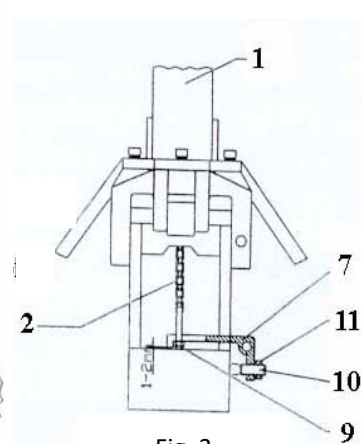
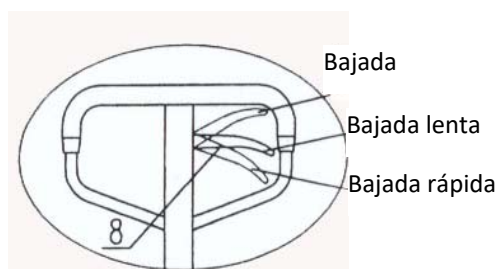
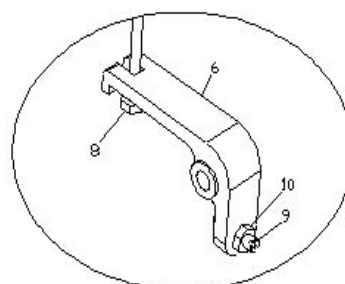

Fig. 3
Fig. 4
Fig. 5
3. Elevar el pedal de bajada (pos. 7 fig. 3) con una varilla de hierro y colocar el tornillo y la tuerca al final de la cadena (pos. 2 fig. 3) dentro de la hendidura del pedal. Retirar la varilla de hierro para completar el montaje.
4. Poner la manilla (pos. 8 fig. 4) en la posición de subida y ajustar la tuerca (pos. 10 fig. 3) al final de la cadena (pos. 2 fig. 3) para elevar el pedal de bajada (pos. 7 fig. 3) a una distancia de 1-2mm del pedestal. Este proceso es normalmente innecesario para una transpaleta nueva.
5. Pruebe a subir y bajar el mango repetidamente y las distintas posiciones de la manilla (pos. 8 fig. 4) para comprobar el correcto funcionamiento de la transpaleta en lo referente a la elevación, posición neutra y bajada.
6. Si en la operación anterior se observa que la elevación no es correcta, se puede ajustar la misma actuando sobre el tornillo de regulación (pos. 3 fig. 3 y fig. 5). Antes de realizar cualquier ajuste deberá soltar un poco la tuerca de bloqueo (pos. 10 fig. 3 y fig. 5). En caso de que las uñas se bajen seguido de haber sido elevadas, tendrá que girar el tornillo de regulación (pos. 9 fig. 3 y fig. 5) en el sentido contrario a las agujas del reloj y pruebe la transpaleta de nuevo hasta que quede ajustada. En caso de que la transpaleta sea incapaz de bajar una vez que ha sido elevada, gire el tornillo de regulación (pos. 9 fig. 3 y fig. 5) en el sentido horario y pruebe la transpaleta de nuevo hasta que baje con normalidad. Una vez efectuado el reajuste, fijar la tuerca hexagonal de ajuste (pos. 10 fig. 2.1 y fig. 5).
Para el manejo, elevación y descenso, de la carga, se ha de actuar sobre la manilla (pos. 8 fig. 4) del mango.
- a. Poner la manilla (pos. 8 fig. 4) en la posición de bajada. Bascular el mango hacia arriba y hacia abajo varias veces.